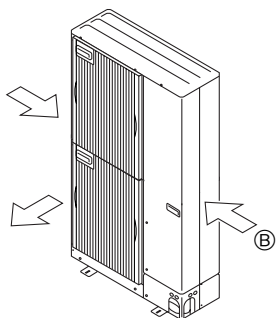

Fig. 2-16
② Placer l'appareil de sorte que la sortie d'air souffle dans la direction perpendiculaire à celle des vents saisonniers, si celle-ci est connue. (Fig. 2-16)